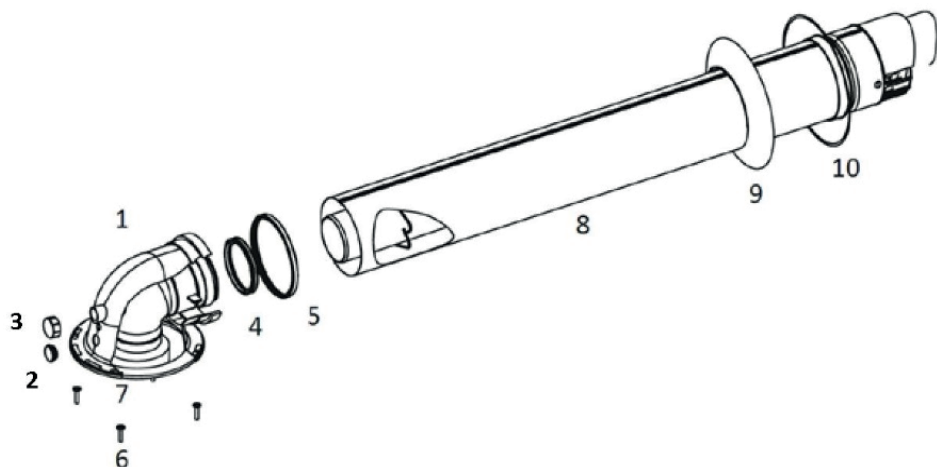

Рисунок 5
- Комплект герметичного дымохода поставляется в картонной коробке отдельно от прибора. Стандартный комплект герметичного трубопровода (60/100) включает указанные ниже детали (Рисунок 5).